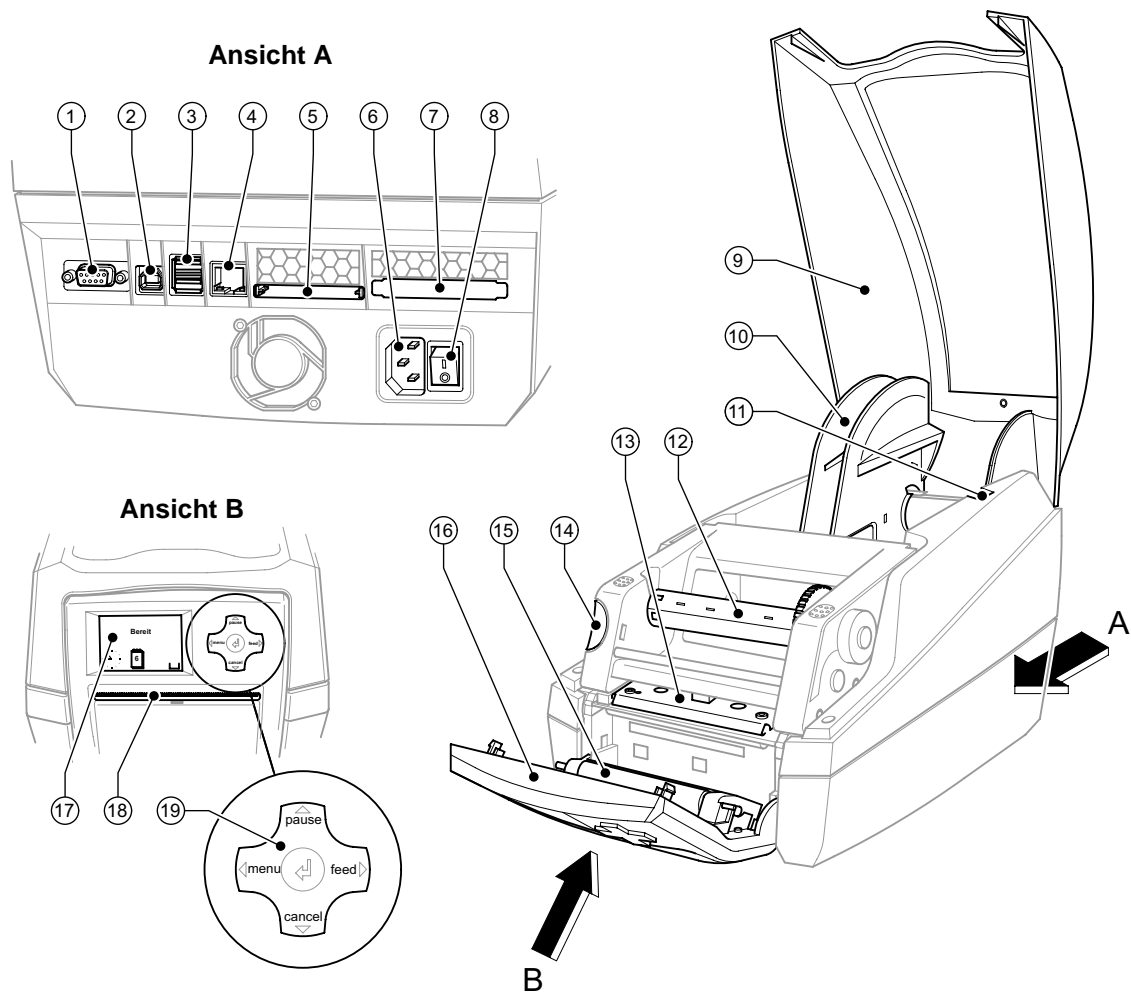

Abb. 1: Übersicht
Positionsnummern in einem Text werden in Klammern ausgezeichnet, z. B. (5). Wenn keine Bildnummer angegeben ist, beziehen sich Positionsnummern im Text immer auf die nächstgelegene Grafik oberhalb des Textes. Wird auf eine andere Grafik Bezug genommen, wird die Bildnummer mit angegeben, z. B. Abb.1 (8).
Die serienmäßig vorhandenen Schnittstellen und Anschlüsse sind in Abb. 1 Übersicht, Ansicht A dargestellt.
⇒ Drucker am Netzschalter Abb.1 (8) einschalten.
Der Drucker durchläuft einen Systemtest und zeigt anschließend im Display Abb.1 (17) den Systemzustand **Bereit** an.
⇒ Nach Beendigung der Arbeiten Drucker am Netzschalter Abb.1 (8) ausschalten.